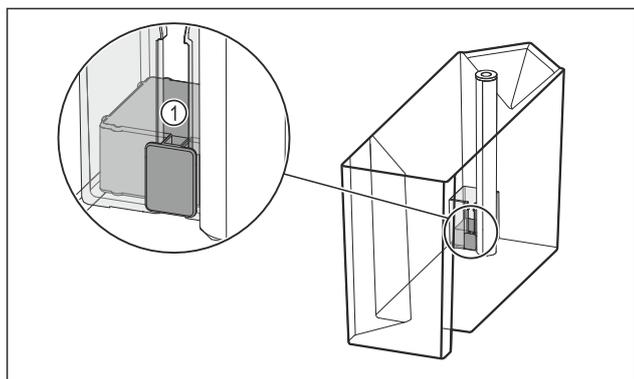

Fig. 98
- ▶ Sprawdzić, czy pływak Fig. 98 (1) nie jest zablokowany. W przypadku, gdy pływak jest zablokowany: